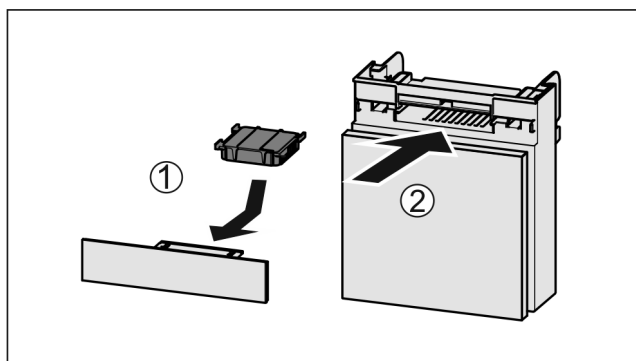

Fig. 35
- ▶ Wkładać Fig. 35 (1) filtr z węglem aktywnym zgodnie z ilustracją.
- ▶ Wsunąć komorę Fig. 35 (2).